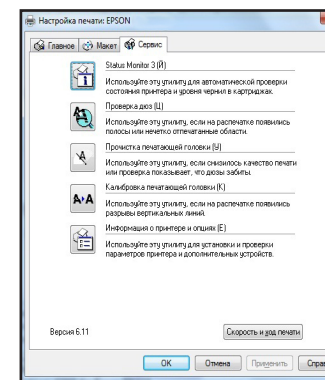

рис. 17
13. Подключите принтер к электросети. Включите принтер. Подключите принтер к компьютеру выберите «Пуск - Устройства и принтеры», правой кнопкой мыши нажмите на вашем принтере и выберите «Свойства - Обслуживание - Проверка дюз» (рис. 17).